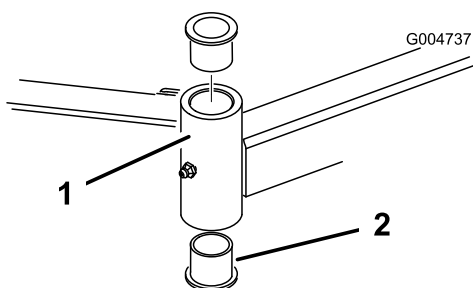

Figure 111
4. Insérez un chasse-goupille dans le haut ou le bas du tube de montage et chassez la bague hors du tube (Figure 111).